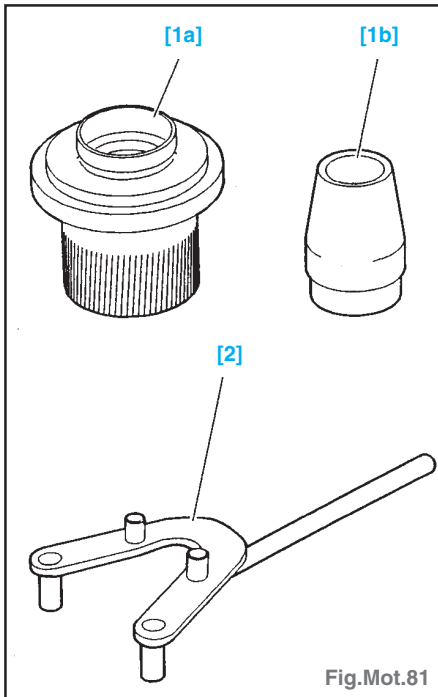

Fig.Mot.81
- Outils nécessaires (Fig.Mot.81) :
- Outils nécessaires (Fig.Mot.81 et 86) :